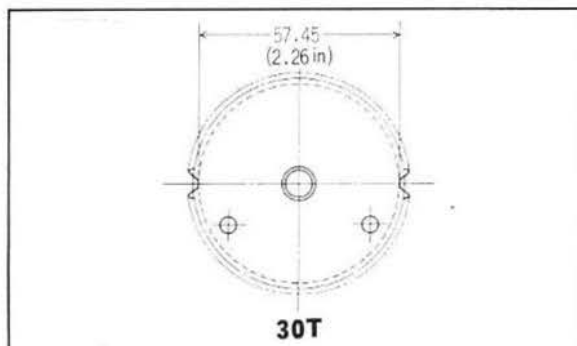

Fig. 2-18 Cam sprocket
8. Cam sprocket root diameter. (Fig. 2-18)